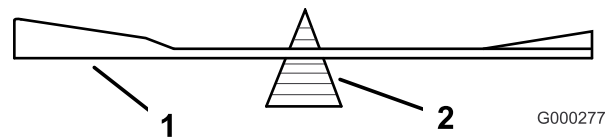
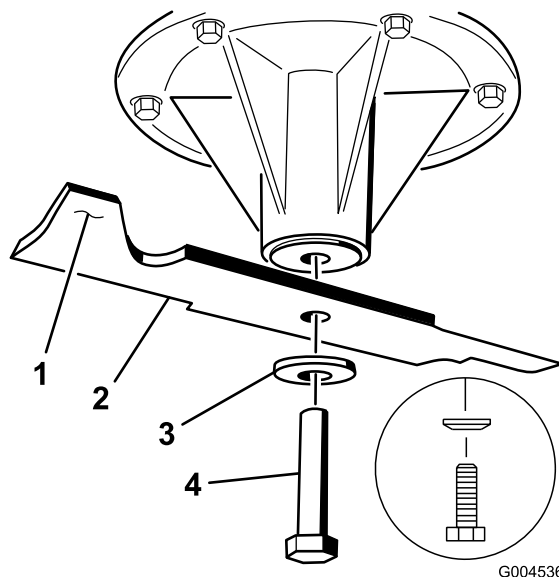

Figura 87
Figura 88
2. Retire del eje el perno de la cuchilla, la arandela curva y la cuchilla (Figura 88).
1. Instale la cuchilla en el eje (Figura 88).
2. Instale la arandela curva y el perno de la cuchilla. El cono de la arandela curva debe estar orientado hacia la cabeza del perno (Figura 88). Apriete el perno de la cuchilla a 115–149 Nm.
2. Verifique el equilibrio de la cuchilla colocándola sobre un equilibrador de cuchillas (Figura 87). Si la cuchilla se mantiene horizontal, está equilibrada y puede utilizarse. Si la cuchilla no está equilibrada, rebaje algo el metal en la parte de la vela solamente (Figura 88). Repita este procedimiento hasta que la cuchilla esté equilibrada.